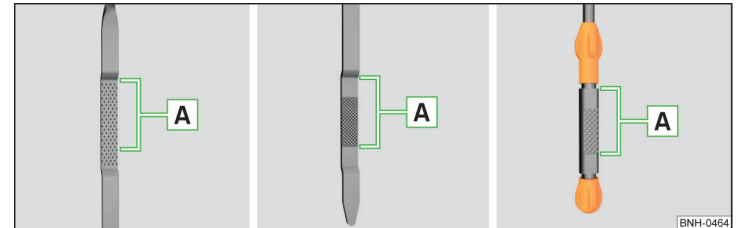

Abb. 128 Prinzipdarstellung: Ölmesstab
Ölmesstab » Abb. 128
- Der Ölstand darf keinesfalls oberhalb oder unterhalb des Bereichs  » Abb. 128 liegen - es besteht die Beschädigungsgefahr des Motors sowie der Abgasanlage!